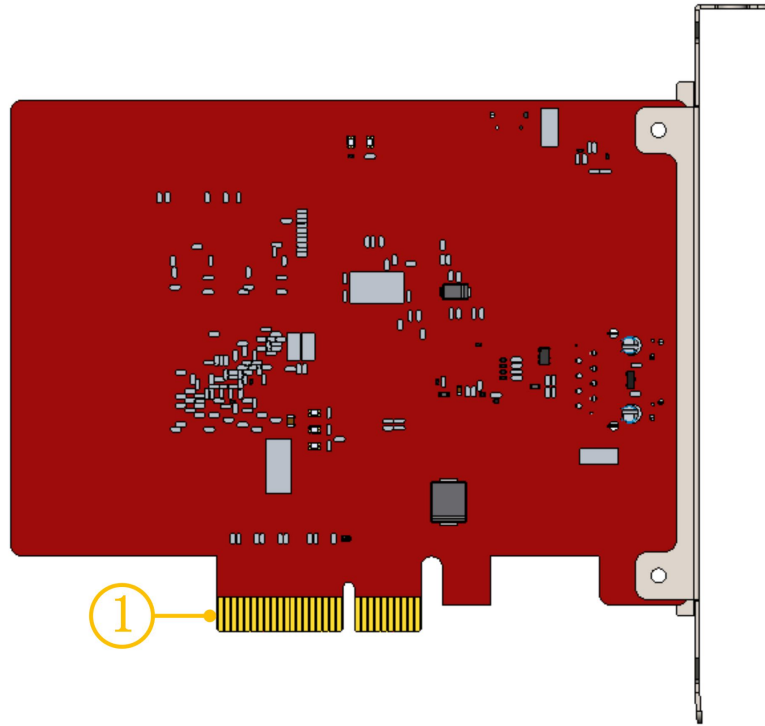

图 6 金手指接口图
BMC228A 主站卡 PCIE 物理接口为 X4(图 6 中①),可用于 X4, X8, X16 接口, BMC228A 主站卡 PCI Express 协议标准为 V2.0 (Gen2), 对主板的要求如表 2-3。